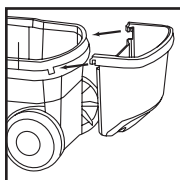

FIGURE 12
17. L'arrière de la cuve étant orienté vers soi, prendre le panier porte-accessoires et le placer de façon que les pattes soient orientées vers l'arrière de la cuve. **FIGURE 12.**